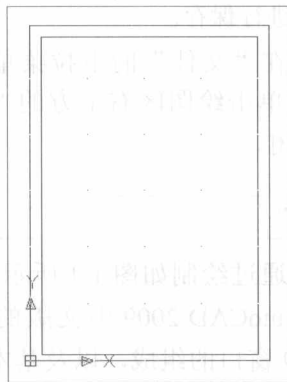

图 2-1 最终效果
本例最终效果如图 2-1 所示。
Step 06 在状态栏中单击“栅格显示”按钮，使用栅格显示图限区域，效果如图 2-1 所示。用鼠标右键单击“栅格显示”按钮，在弹出的快捷菜单
在本例中通过介绍如图 2-1 所示的 A4 图框的绘制过程，使读者能够了解国家规定的图幅样式标准要求。